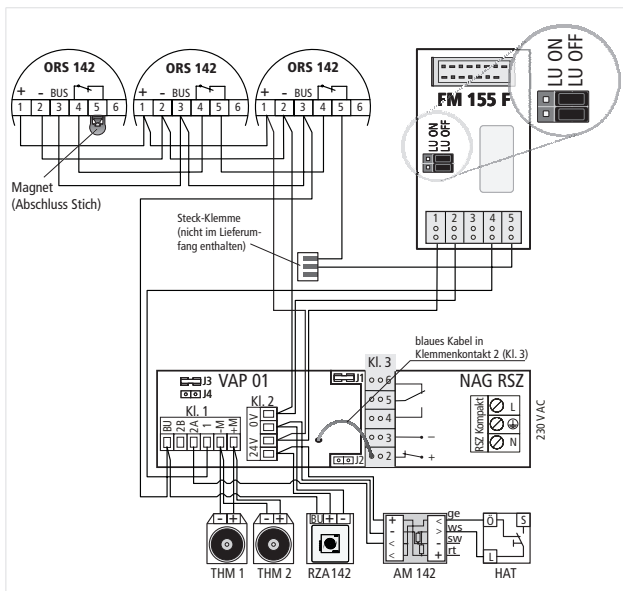
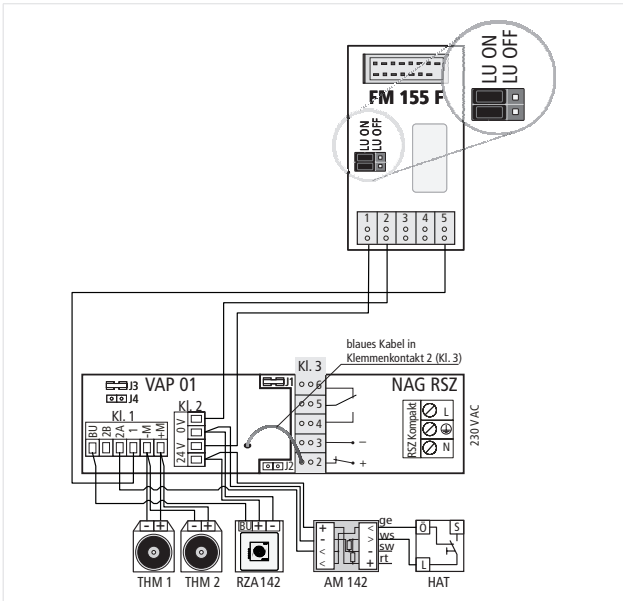

Abb. 19: "2-Stich-Betrieb" für FM 155 F an RSZ Kompakt mit LÜ (Jumper J1/J3 gesteckt)
Abb. 20: "2-Stich-Betrieb" für FM 155 F an RSZ Kompakt mit LÜ (Jumper J1/J3 gesteckt)
- RSZ Kompakt: Abb. 19 und Abb. 20